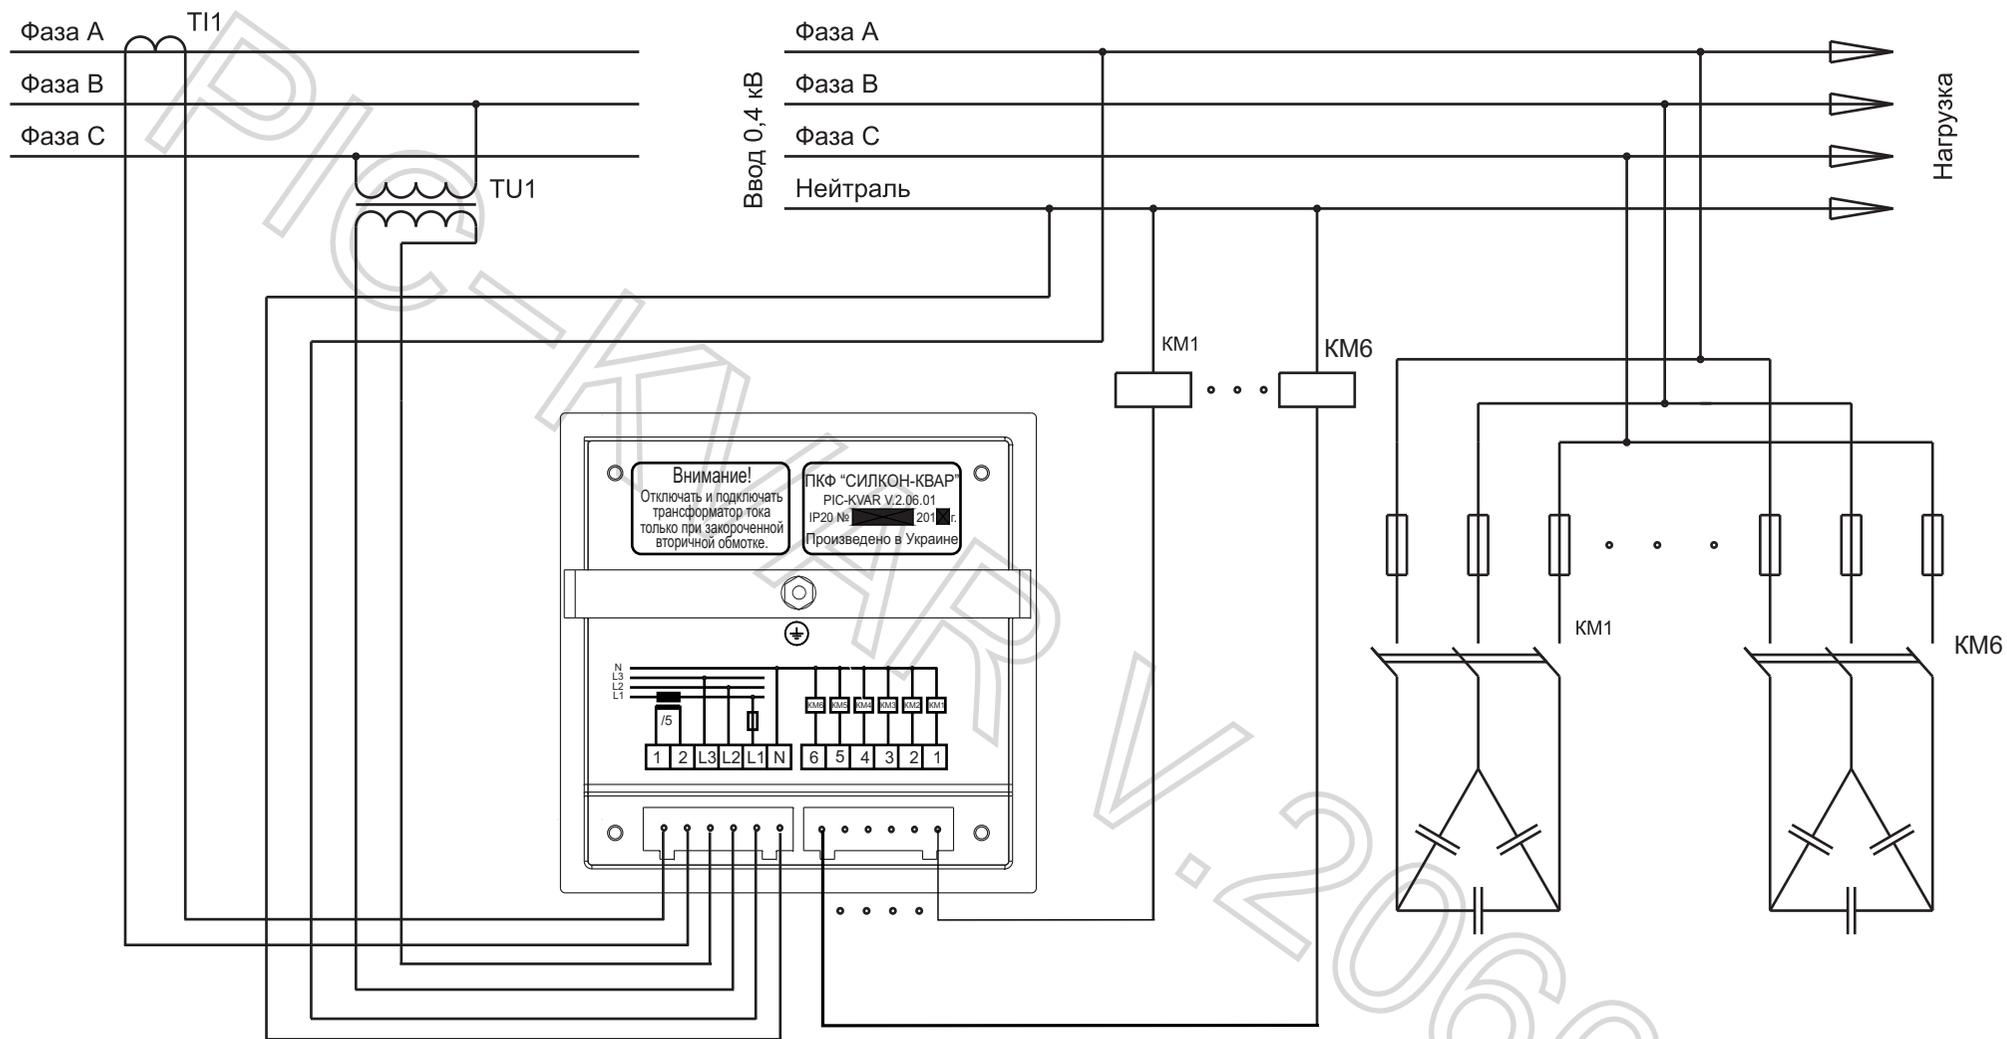

Рис.5
Используется при подключении PIC-KVAR согласно схеме рис. 5. При подключении согласно схеме рис. 4 $KT_U = 1$.
2.7.3. Подключение PIC-KVAR рекомендуется производить в зависимости от конфигурации согласно рис.4, рис.5 в следующей последовательности:
2.7.5. Подключить измерительное напряжения к контактам «L3» и «L2» соединителя согласно рис. 4, рис.5.